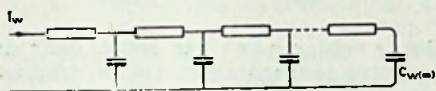

Fig. 3
Theoretisch juist zou de schakeling moeten bestaan uit een oneindig aantal λ/C_w cellen (zie fig. 3).
De transistor is dan net nog stabiel! We zien nu direct in, dat zelfs bij een zeer kleine collectordissipatie reeds stabilisering noodzakelijk is. Een stabiliseer-schakeling (zie deel II fig. 3 RB 7-'57 blz. 520) verkleint de factor λ aanmerkelijk, zodat aan de vergelijking (4) altijd wordt voldaan.